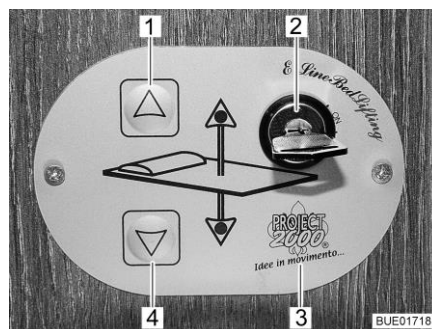
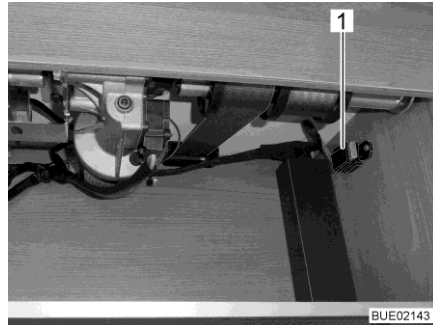

Fig. 145 Commande
Fig. 149 Fusible
Les touches (Fig. 145,1 et 4) sur l'unité de commande (Fig. 145,3) permettent d'abaisser ou de relever le lit escamotable. L'interrupteur à clé (Fig. 145,2) permet de protéger l'unité de commande contre toute utilisation non autorisée.
- Tourner la clé de 90° dans le sens des aiguilles d'une montre dans l'interrupteur à clé (Fig. 145,2). L'unité de commande (Fig. 145,3) est activée.
- Appuyer sur la touche fléchée (Fig. 145,4) et la maintenir pressée jusqu'à ce que le lit escamotable ait atteint la position désirée vers le bas.
- Appuyer sur la touche fléchée (Fig. 145,1) et la maintenir pressée jusqu'à ce que le lit escamotable ait atteint sa position finale supérieure.
S'il n'est plus possible de déplacer le lit escamotable avec les touches fléchées (Fig. 145,1 et 4), contrôler d'abord le fusible dans le meuble haut arrière (Fig. 149,1). Si le fusible n'est pas défectueux mais qu'il n'est toujours pas possible de déplacer le lit escamotable, ce dernier peut l'être manuellement.